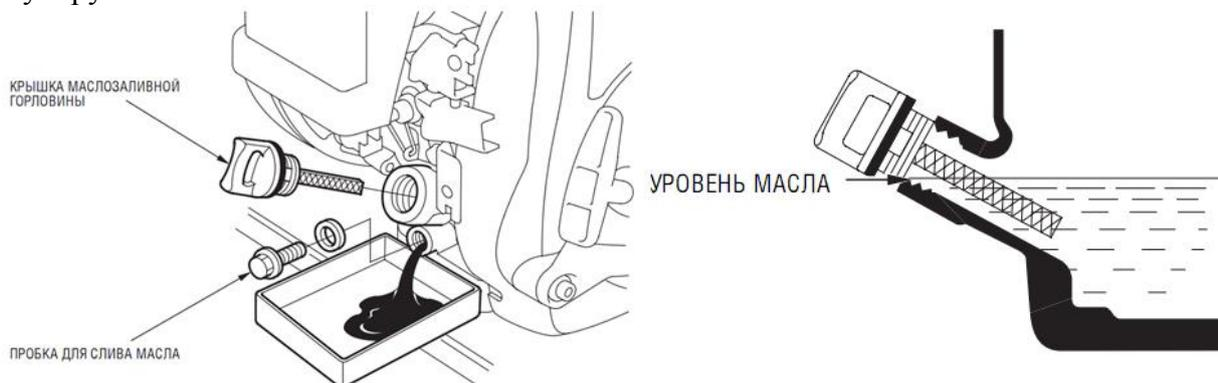

Рис.17
### ЗАМЕНА МОТОРНОГО МАСЛА (рис.17)
1. Открутите крышку/щуп картера (рис.11, рис.17).
2. Открутите пробку для слива масла (рис.1) и слейте масло в специальную емкость (рис.17)